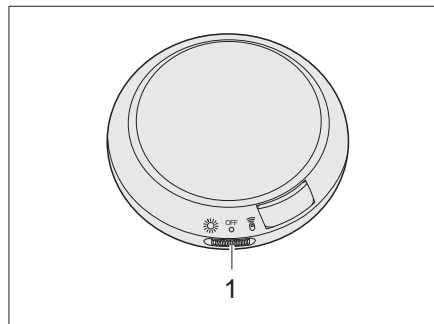

Fig. 109 Lampe dans le toit relevable
- Pousser l'interrupteur (Fig. 109,1) vers la gauche.
- Pousser l'interrupteur (Fig. 109,1) en position centrale.
- Pousser l'interrupteur (Fig. 109,1) vers la droite.